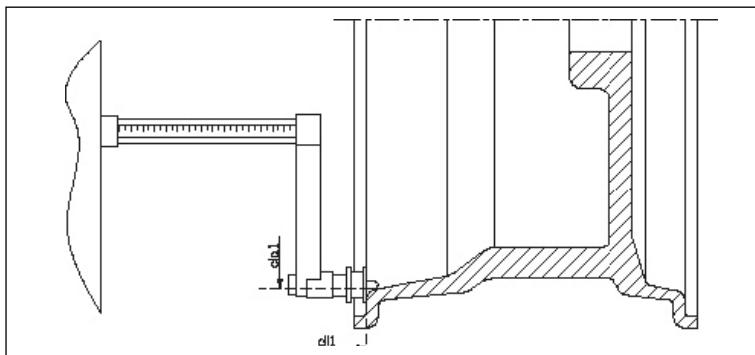

図 F3.7-ALS1 モードでのリムの内側距離値の自
- 2) リムの内側に当たるように距離 / 直径測定定規を引き出し、図 F3.7 と F3.8 に示すように ALS1 と ALS2 モードの違いに応じて、定規の静止点の位置が異なります。
- 3) リムの内側に配置されるバランスウェイト位置に当たるように距離 / 直径測定定規を引き出します。ALS1 モードを図 F3.7 に示し、ALS2 モードを F3.8 に示します。